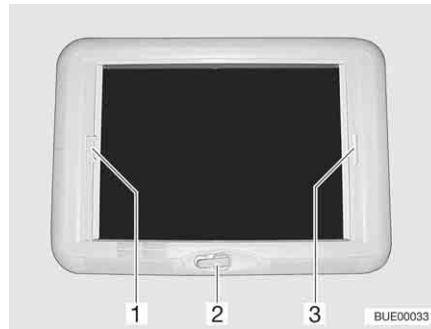

Fig. 80 Oblò a manovella
- Ruotare la manovella (Fig. 80,2) fino a quando non si incontra resistenza.
- Tirare la tendina oscurante pieghevole per la maniglia (Fig. 80,3) e rilasciarla alla posizione desiderata. La tendina oscurante pieghevole rimane in questa posizione.
- Tirare la protezione contro gli insetti per la maniglia (Fig. 80,1) verso la maniglia contrapposta della tendina oscurante pieghevole (Fig. 80,3) e farla innestare.
- Tirare la maniglia della protezione contro gli insetti (Fig. 80,1) dietro, verso l'alto, e sganciare la protezione contro gli insetti dalla tendina oscurante pieghevole (Fig. 80,3).